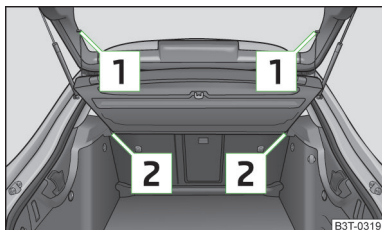

Fig. 86
- Enganchar las cintas de sujeción **1** » fig. 86 en la tapa de maletero.
- Introducir la cubierta del maletero en las fijaciones **2** » fig. 86.